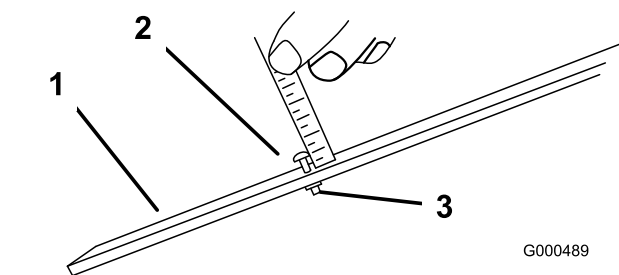

Figura 52
- Afloje la tuerca de la barra de ajuste (Figura 52) y ajuste el tornillo para la altura de corte deseada. La distancia entre la parte inferior de la cabeza del tornillo y la cara de la barra es la altura de corte.